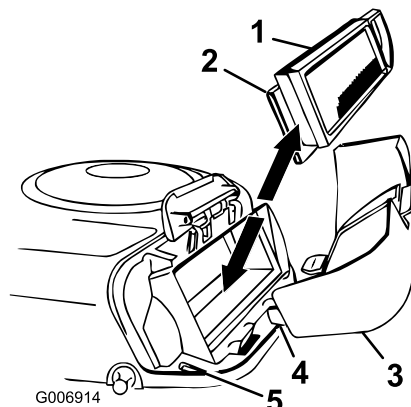

Figura 23
7. Estraeate con cautela l'elemento in schiuma sintetica e l'elemento di carta dal convogliatore (Figura 23).
2. Allineate le linguette del coperchio del filtro dell'aria con le fessure del convogliatore (Figura 23).